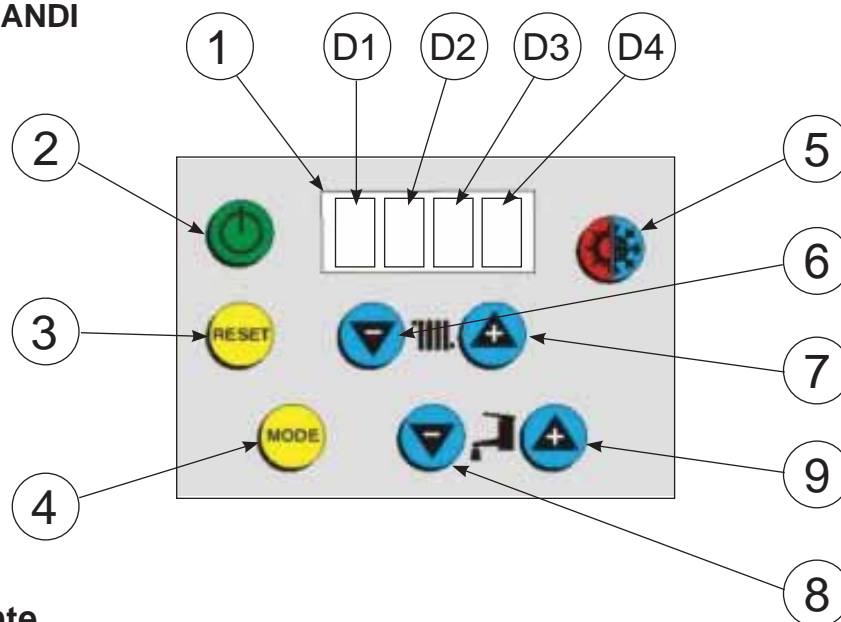

Fig. 27
- premere il pulsante 5 nella scheda comandi (Fig. 27) selezionando Inv "INVERNO" (visualizzato sul display 1);
- premere ripetutamente i pulsanti 6 e 7 nella scheda comandi (Fig. 27) per regolare la temperatura di acqua in mandata, fino a raggiungere il valore desiderato visualizzabile sul display (1).
A) Agendo sul pulsante 5 nella scheda comandi (Fig. 27) e selezionando Est (visualizzabile sul display 1), si attiva la modalità "ESTATE" che alimenta i ventilatori di eventuali batterie termoventilanti abbinate, senza però accendere il bruciatore.
Dopo essersi accertati della causa del blocco, è permesso il ripristino delle funzioni, premendo il pulsante di RESET remoto (se collegato ai morsetti Y-Z in caldaia), oppure premendo il pulsante 3 di RESET nella scheda comandi (Fig. 27).